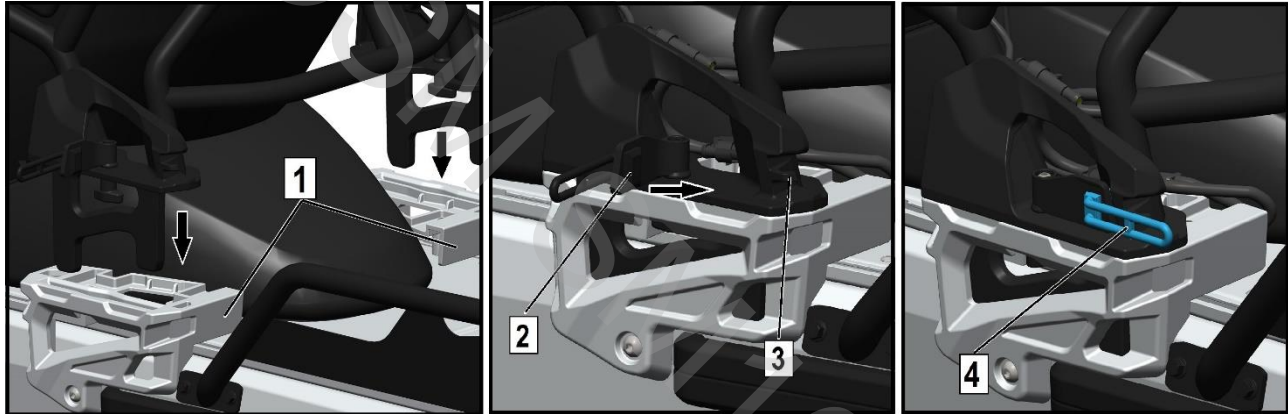

Рис. 31
2. Вставьте спинку сиденья одновременно в оба кронштейна (поз. 1, рис. 31).
3. Поверните блокираторы на 90° с левой и правой стороны (поз. 2, рис. 31).
4. Зафиксируйте блокираторы (поз. 2, рис. 31) резиновыми зажимами (поз. 4, рис. 31), надев их на крюки основания спинки сиденья (поз. 3, рис. 31), с левой и правой сторон.